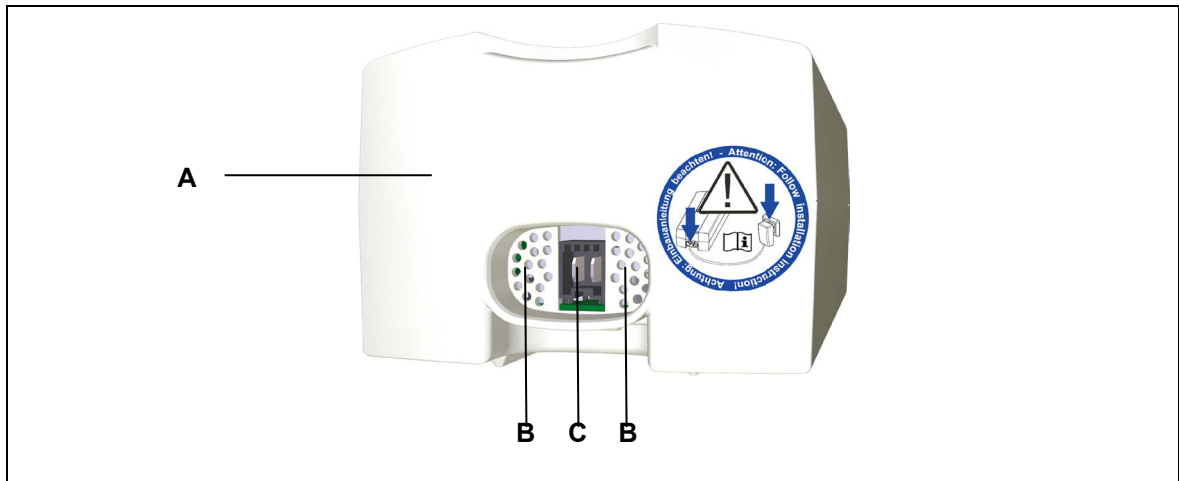
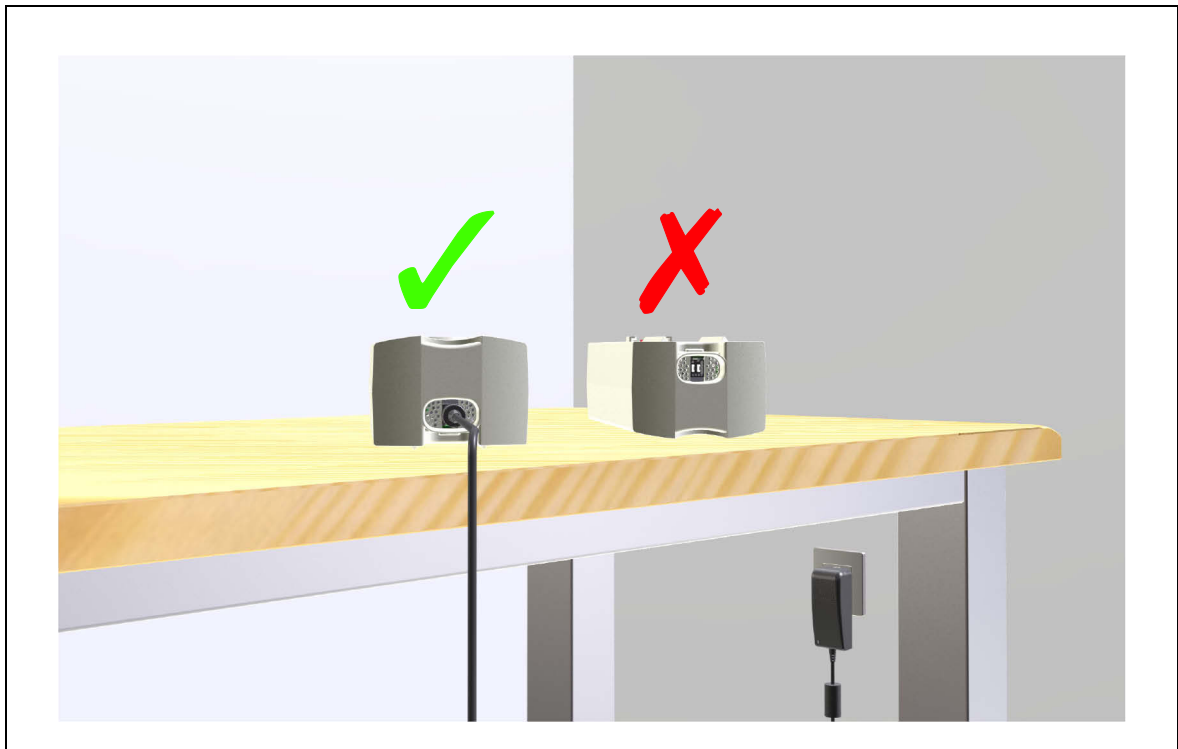
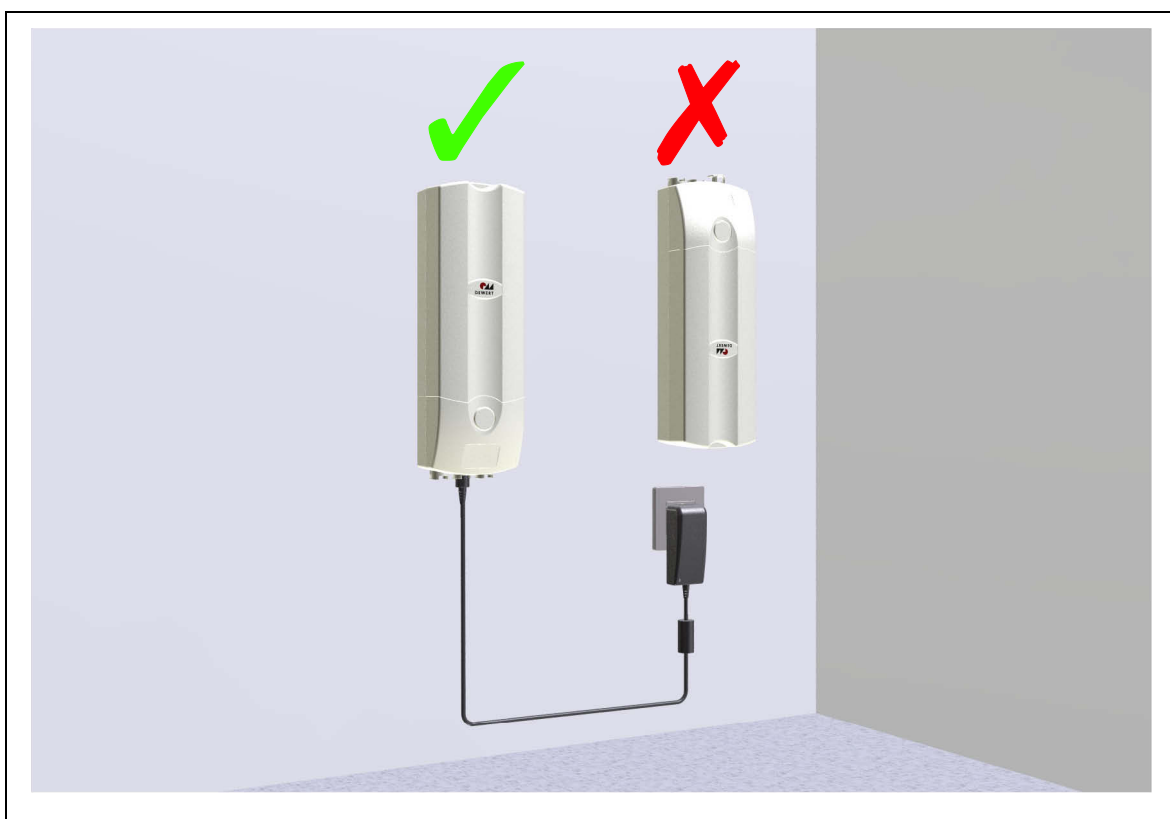
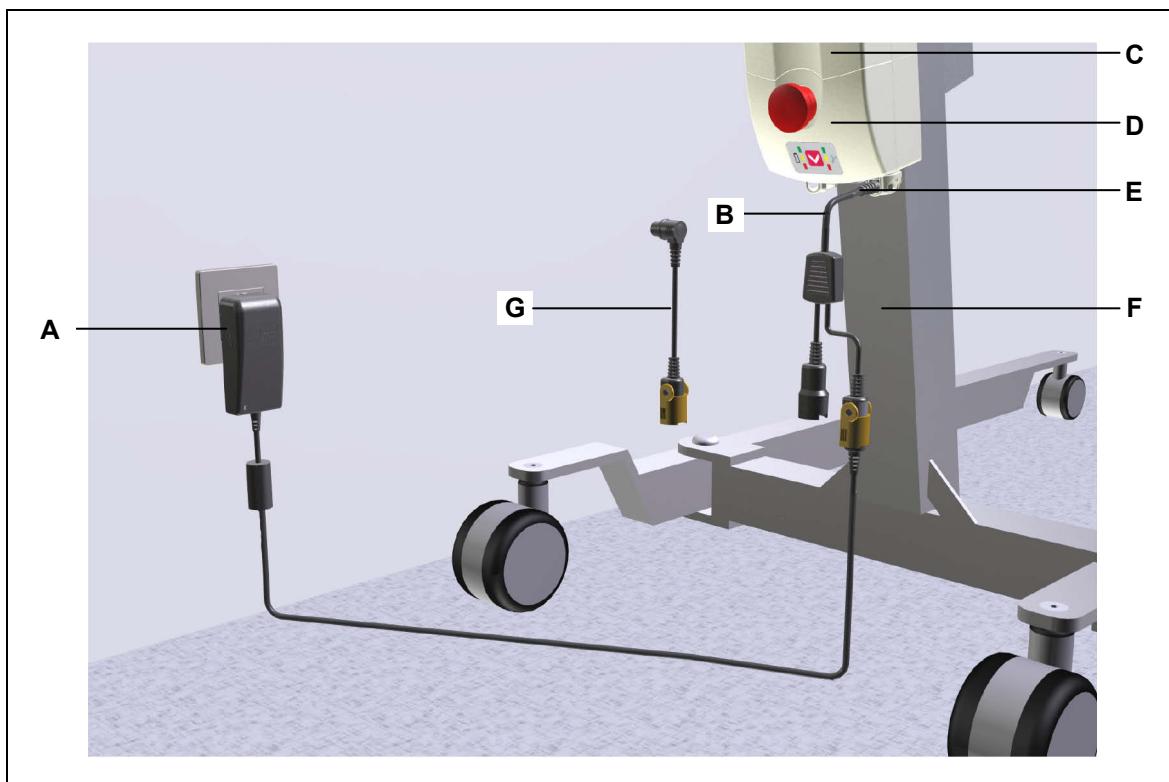

Abbildung 15 Anschluss und Belüftungsbohrungen des ACCU
Abbildung 16 Ladeposition ACCU AC 4.5 bzw. ACCU AC 4.5DC
Abbildung 18 Ladeposition ACCU AC 4.5 bzw. ACCU AC 4.5DC am Ladegerät
Abbildung 21 Laden des ACCU AC 4.5DC an der CONTROL AC 4.5DC
- Laden Sie den ACCU nur wie in den Abbildung 16, Abbildung 18 und Abbildung 21 (Seite 34, 36 und 39) gezeigt.
<p>Laden sie den ACCU mit dem PLUG-IN CHARGER PB 4.5 auf, denn dieser weist eine geprüfte Gerätekombination auf.</p> <p>Beachten Sie beim Aufladen folgende Hinweise:</p> <ul style="list-style-type: none"> <li>• Laden Sie den ACCU vor der ersten Benutzung vollständig über mindestens 10 Stunden auf. Die eingebauten Akkus entfalten erst nach 5 bis 10 Lade- und Entladezyklen ihre volle Kapazität.</li> <li>• Beim Laden dürfen die Belüftungsbohrungen des ACCU nicht abgedeckt werden (siehe B in Abbildung 15).</li> <li>• Beim Ladevorgang darf der ACCU nicht auf dem Kopf liegen (siehe Abbildung 18, Seite 36).</li> <li>• Für eine optimale Lebensdauer des ACCU sollte der ACCU nach dem Ladevorgang etwa 1 Std. vor der Benutzung ruhen.</li> <li>• Je nach Ausführung wird der Akkuladezustand am Handschalter bzw. auf der Steuerung ACCUCONTROL angezeigt.</li> </ul>
<p>Beachten Sie unbedingt die korrekte Ladeposition des ACCU: Der ACCU darf nur geladen werden, wenn er auf der Unterseite liegt (siehe Abbildung 16).</p> <p>Legen Sie den ACCU während des Ladevorgangs nicht auf den Kopf.</p>
Beachten Sie unbedingt die korrekte Ladeposition des ACCU: Der ACCU darf nur in senkrechter Position mit der Ladestation geladen werden (siehe Abbildung 18). Der ACCU darf während des Ladevorgangs nicht auf dem Kopf liegen (horizontale Position).
- 1 Schließen Sie den PLUG-IN CHARGER PB 4.5 mit dem Adapterkabel oder dem Y-Kabel an die CONTROL AC 4.5DC an, wie in Abbildung 21 gezeigt.